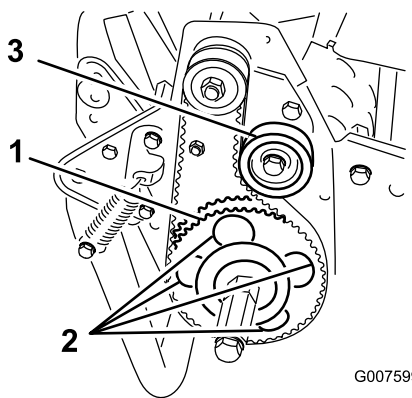

图51
7. 旋转从动皮带轮，直至孔与轮鼓轴承的4个凸缘螺丝对齐（图51）。
11. 调节皮带张紧度，拧紧总轮皮带轮安装螺丝（图 51）。